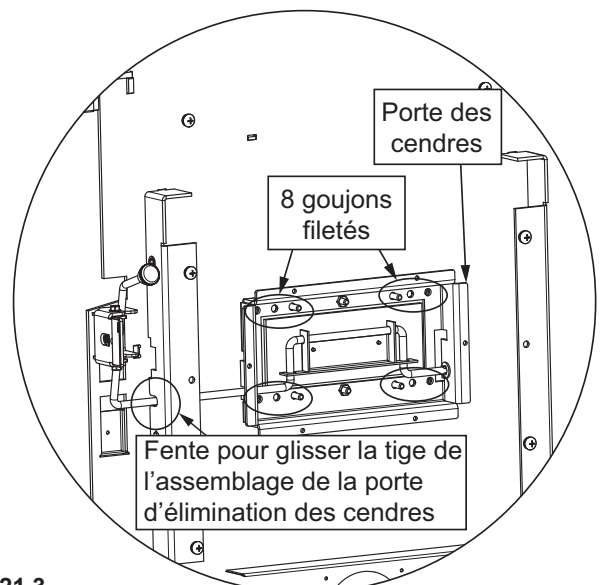

Figure 21.3
- Installez la porte à cendres en glissant de biais la tige dans la fente sur le côté gauche (**Figure 21.3**).
- Glissez la porte à cendres sur les 8 vis sortant du fond de l'appareil. Fixez les écrous et les rondelles en utilisant une clé à douille 7/16 (**Figure 21.3**).
- Installez le verrou de l'ARS en glissant l'ensemble du verrou sur les 2 goujons sortant du fond gauche de l'appareil. Fixez en utilisant deux écrous à l'aide de la clé à douille 7/16 (**Figure 21.3**).
7. Installez la porte à cendres en glissant de biais la tige dans la fente sur le côté gauche (**Figure 21.3 à la page 21**).
8. Glissez la porte à cendres sur les 8 vis sortant du fond de l'appareil. Fixez les écrous et les rondelles en utilisant une clé à douille 7/16 (**Figure 21.3 à la page 21**).